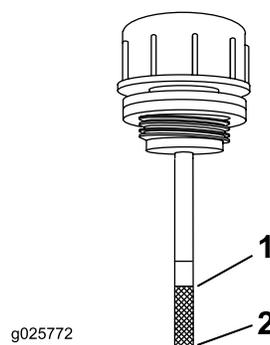

Figura 70
5. Limpe a zona em torno da vareta do reservatório do sistema hidráulico (Figura 70).
6. Retire a vareta do reservatório hidráulico (Figura 70).
8. Retire a vareta do óleo e verifique a extremidade (Figura 70). Se o nível de fluido estiver na marca para adicionar, despeje lentamente apenas o fluido suficiente no reservatório hidráulico para fazer subir o nível para a linha de cheio.